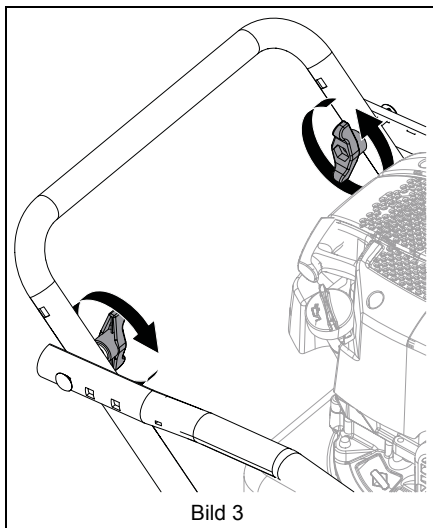

Bild 3
1. Lossa, men ta INTE bort, vingknapparna på styrstången. Se Bild 3.